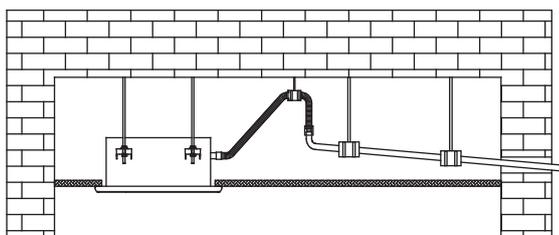

Figura 5.1
4. Para evitar o contrafluxo de água para dentro da unidade terminal quando a operação for interrompida, o tubo de descarga de água deve ser inclinado para baixo, em direção à parte externa (lado de drenagem) com uma inclinação superior a 1/100. Assegure-se de que o tubo de descarga de água não se avolume nem armazene água, caso contrário, provocará ruídos estranhos. Consulte a Figura 5.1.
5. Ao conectar a tubulação de descarga de água, não use força para puxar os tubos para evitar que as conexões do tubo de sucção de água fiquem frouxas. Ao mesmo tempo, coloque um ponto de apoio a cada 0,8~1 m para evitar que os tubos de descarga de água entortem. Consulte a Figura 5.1.